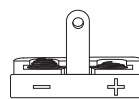
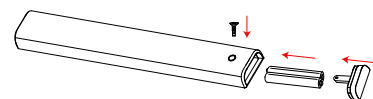

Figure 1
Figure 2
3. Legen Sie bitte nun die Batterien wie in der Abbildung beschrieben in das Batteriefach ein (Figure 2) und beachten dabei die negative und positive Markierung (Figure 1). Montieren Sie bitte nun den Batteriefachdeckel wieder und ziehen die Schraube vorsichtig mit dem Inbuswerkzeug an. Überprüfen Sie bitte anschließend die Funktionsweise.